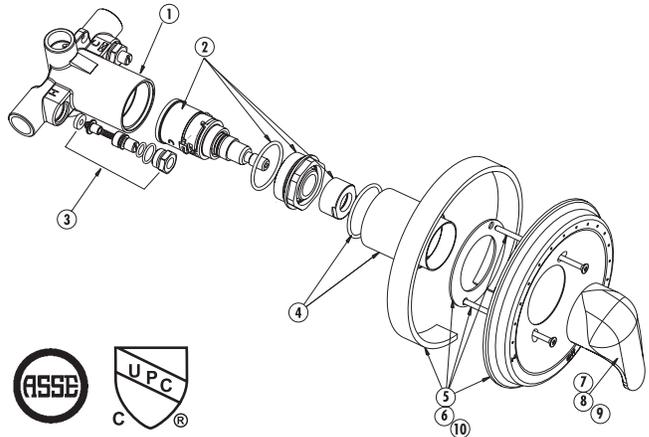

Figure 4 : Guide de mise en place des canalisations
- Une fois l'installation des canalisations terminée et avant de finir le mur, glisser le guide de mise en place des canalisations sur la tige du mitigeur et appuyer sur pour fixer en place. (Voir la Figure 4.)